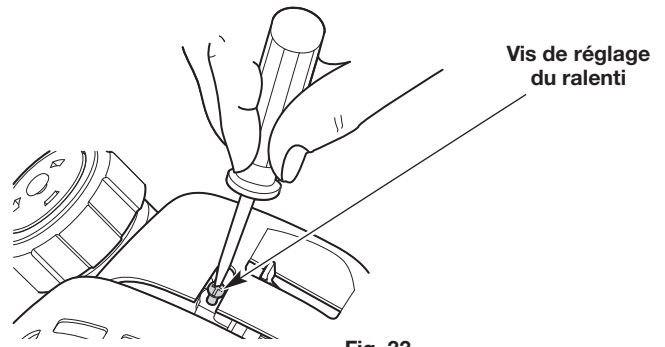

Fig. 33
- Si le moteur s'arrête, insérez un petit tournevis à pointe cruciforme pour tourner la vis du ralenti dans le sens horaire, de 1/8 de tour à la fois (comme nécessaire) jusqu'à ce que le moteur tourne au ralenti (Fig. 33).
- Si le moteur tourne trop rapidement au ralenti, tournez la vis de ralenti dans le sens antihoraire, d'un 1/8 de tour à la fois (si nécessaire) pour réduire la vitesse de ralenti (Fig. 33).